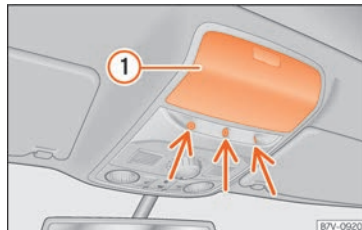

Abb. 93 In der Dachkonsole: Sensoren der Innenraumüberwachung.
- Ablagefach »» **Abb. 93** ① in der Dachkonsole schließen, da sonst die Funktion der Innenraumüberwachung (Pfeile) nicht uneingeschränkt gewährleistet ist.